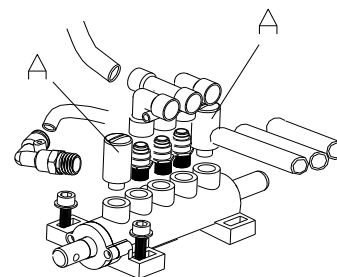

Fig 13
2. Desserrez le silencieux de soupape (A) qui appartient à la pédale de serrage des mors et à la pédale du d'étalonneur (Fig 13)
3. Nettoyez le silencieux de soupape avec de l'air comprimé, veuillez les remplacer en vous référant à la liste des pièces détachées s'ils sont endommagés (Fig 13)